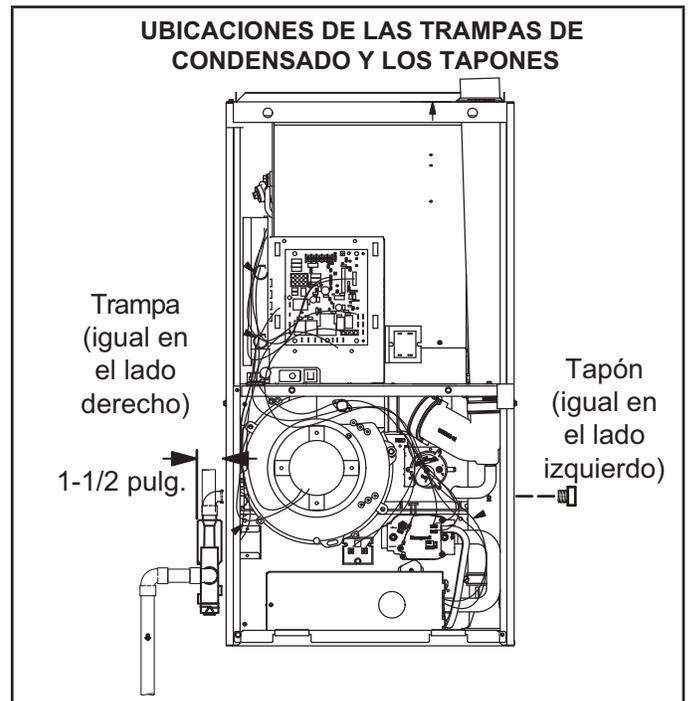
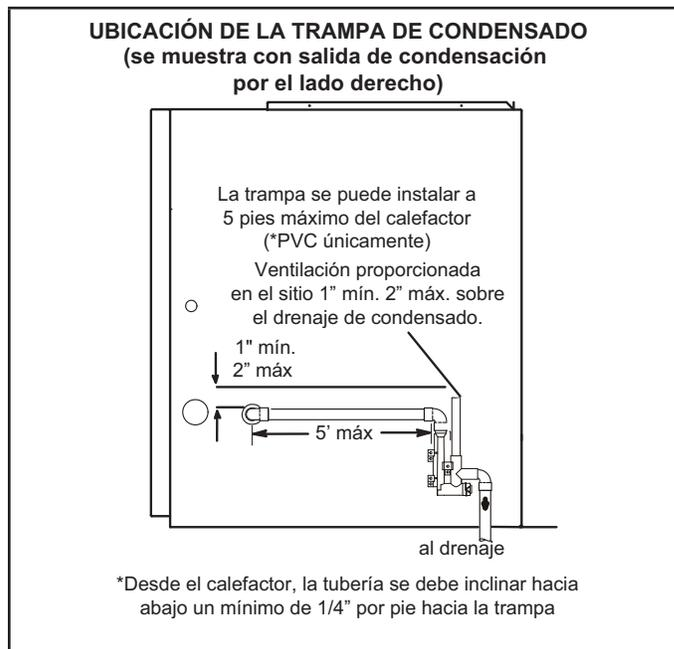

FIGURA 48
FIGURA 50
Esta unidad está diseñada para salida de la tubería de condensado a la derecha o a la izquierda. Consultar la FIGURA 48 y la FIGURA 50 para las ubicaciones de las trampas de condensado.
- 2 - Use un destornillador grande de punta plana o una extensión de la boquilla de accionamiento de 1/2" y retire el tapón (Figura 48) de la caja del cabezal del extremo frío en la ubicación apropiada en el costado de la unidad. Instale el accesorio del codo macho hembra de 3/4 NPT en la caja del cabezal del extremo frío. Use cinta de Teflón o un recubrimiento para tuberías apropiado.